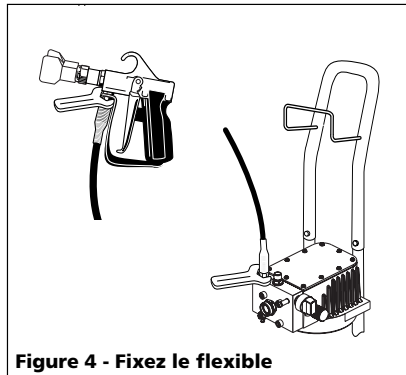

Figure 4 - Fixez le flexible
- Fixez le flexible haute pression à la pompe et au pistolet à peinture en utilisant une clé de 11/16 po (Voir la Figure 4). Ne fixez pas l'assemblage d'aspiration en ce moment.